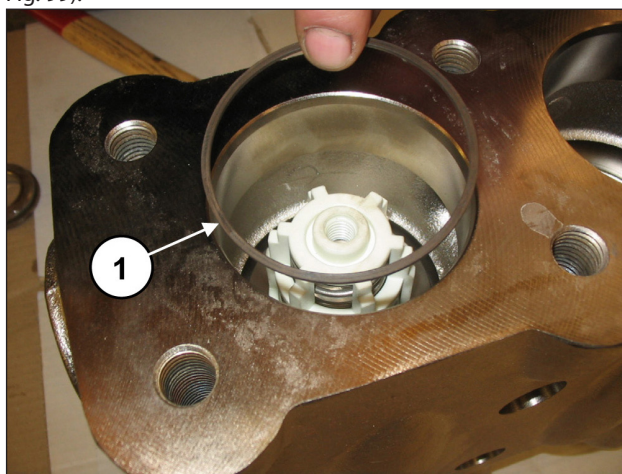

Fig. 99
Insira o anel anti-extrusão, pos. de explosão nº. 16 (pos. ①, Fig. 99).